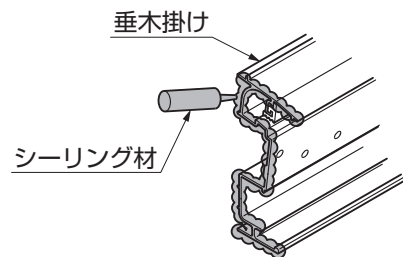

図3-2 垂木掛けのシーリング
- ② 垂木掛け連結部分にシーリングをしてください。（図3-2参照）